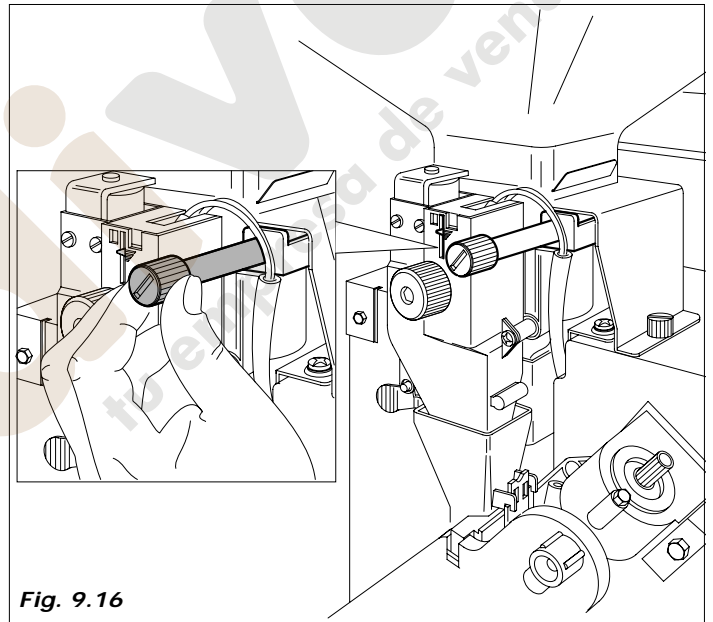

Fig. 9.16
- *Regulación del grado de molienda.* Girar el tornillo (Fig.9.16) para obtener los resultados deseados.